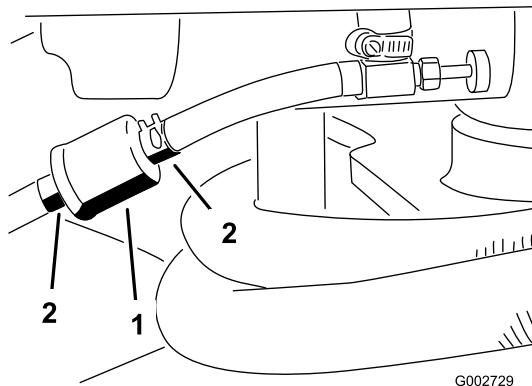

Figura 29
- Cierre la válvula de cierre de combustible, afloje la abrazadera en el lado del carburador del filtro y retire del filtro el tubo de combustible (Figura 29).